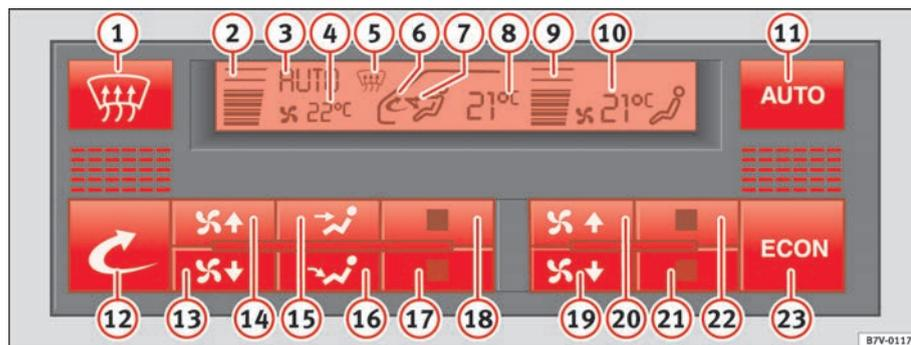

Fig. 119 Dettaglio della plancia: i comandi del Climatronic
- Premere uno dei tasti di regolazione del flusso d'aria ⇒ fig. 119 **15** o **16** oppure premere ripetutamente uno dei tasti di regolazione della temperatura **17** o **18**. La scritta **AUTO** scompare dal display.
- Per attivare e disattivare la funzione del ricircolo si deve premere il tasto  pag. 164, fig. 119 . È attiva se sul display compare il simbolo  .